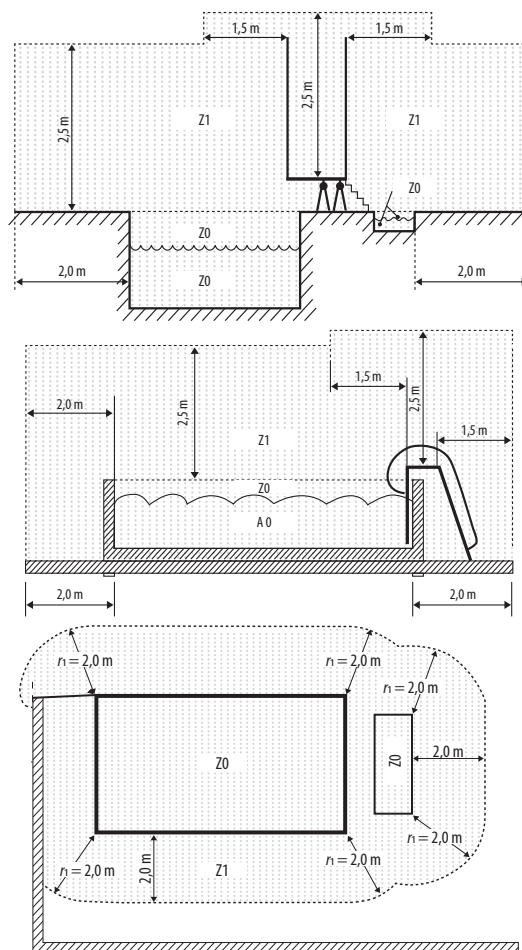

Figura 1 - **ZONAS DE INSTALAÇÃO** Zonas marcadas: a bomba não pode ser instalada aqui
- A bomba não pode ser instalada na Zona 0 ou na Zona 1. Podem ver os diagramas na Figura 1 - Zonas de instalação.